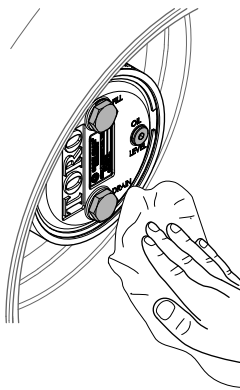

Figure 65
3. Essuyez soigneusement les carters de frein et de train planétaire (Figure 65).